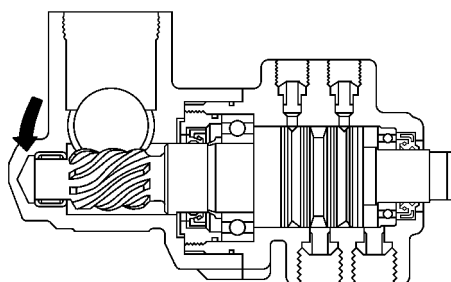

图 16-72 将小齿轮的齿部涂敷二硫化钼锂基润滑脂
1) 将小齿轮的齿部涂敷二硫化钼锂基润滑脂，直涂敷到如图 16-72 箭头所示位置。然后在新 O 形密封圈涂敷动力转向液压油，将其装到阀体上。